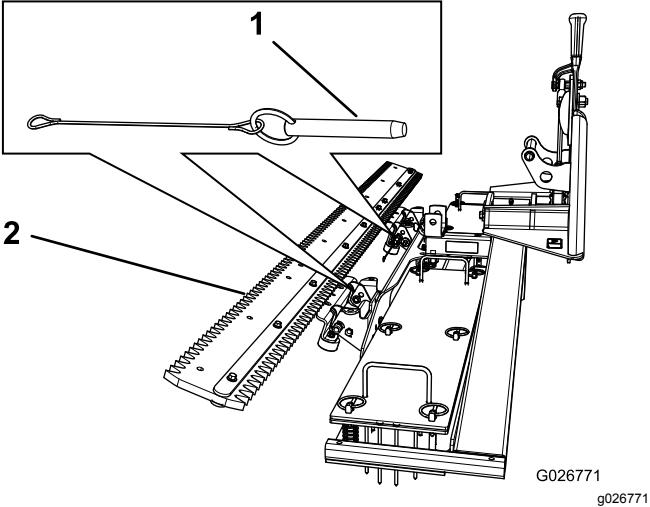

Рисунок 11
- Выньте 2 штифта с отверстиями (Рисунок 11).
- Штифт с отверстием (2)
- Отклоните механическую щетку вверх и вставьте штифты с отверстиями, чтобы зафиксировать ее в этом положении (Рисунок 11).